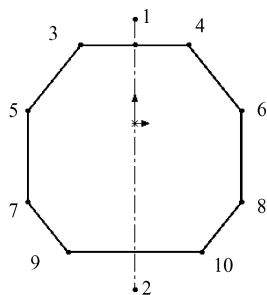

图 2-13 绘制中心线和直线
下面以绘制如图 2-13 所示的中心线和直线为例，介绍中心线和直线的绘制步骤。
(1) 在草图绘制状态下，选择菜单栏中的“工具”→“草图绘制实体”→“中心线”命令，或者单击“草图”工具栏中的 (中心线) 按钮，开始绘制中心线。
(2) 在图形区单击确定中心线的起点 1，然后移动光标到图中合适的位置，由于图 2-13 中的中心线为竖直直线，所以当光标附近出现符号 时，单击确定中心线的终点 2。
(3) 按〈Esc〉键，或者在图形区右击，在弹出的快捷菜单中选择“选择”命令，退出中心线的绘制。
(4) 选择菜单栏中的“工具”→“草图绘制实体”→“直线”命令，或者单击“草图”工具栏中的 (直线) 按钮，开始绘制直线。
(5) 在图形区单击确定直线的起点 3，然后移动光标到图中合适的位置，由于直线 34 为水平直线，所以当光标附近出现符号 时，单击确定直线 34 的终点 4。
(6) 重复以上绘制直线的步骤，绘制其他直线段，在绘制过程中要注意光标的形状，以确定是水平、竖直或者任意直线段。
(7) 按〈Esc〉键，或者在图形区右击，在弹出的快捷菜单中选择“选择”命令，退出直线的绘制，绘制的中心线和直线如图 2-13 所示。